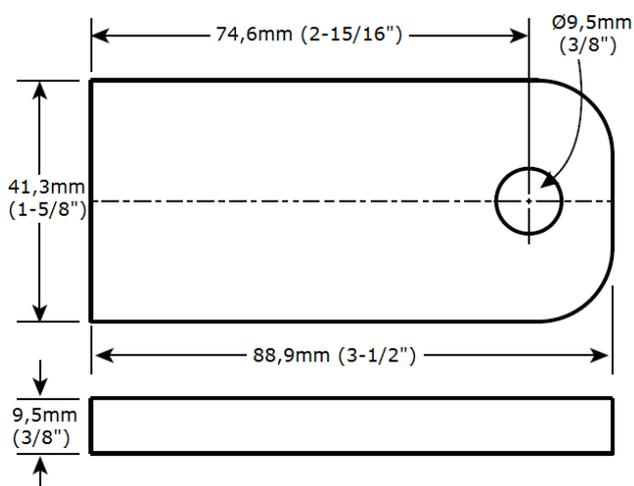

Abbildung 15: Form der Klappe
14. Zeichnen Sie eine Linie entlang der Mitte der Klappe. Markieren Sie einen Punkt bei 74,6mm (2-15/16 inch) wie in **Abbildung 15** gezeigt. Stechen Sie hier mit der Anreißnadel ein.